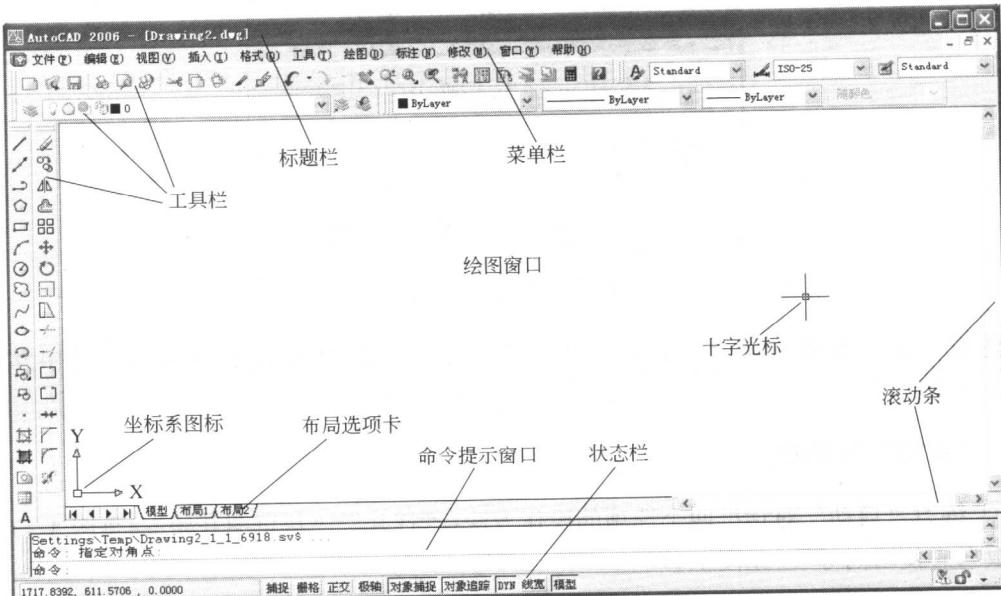

图 1.5 AutoCAD 2006 的工作界面
(1) AutoCAD 2006 的工作界面 AutoCAD 的工作界面是显示和编辑图形的区域，其完整的工作界面如图 1.5 所示，主要包括：标题栏、菜单栏、绘图窗口、工具栏、命令提示窗口、状态栏、滚动条、十字光标、坐标系图标、布局选项卡等。
(2) 显示及关闭工具栏的方法步骤
① 显示工具栏。AutoCAD 2006 的工具栏有 30 种，可以通过右键单击任何工具栏，然后单击快捷菜单上的某个工具栏。在相应的“工具栏”名称前面单击一下，出现“√”符号即打开此工具栏。
② 关闭工具栏